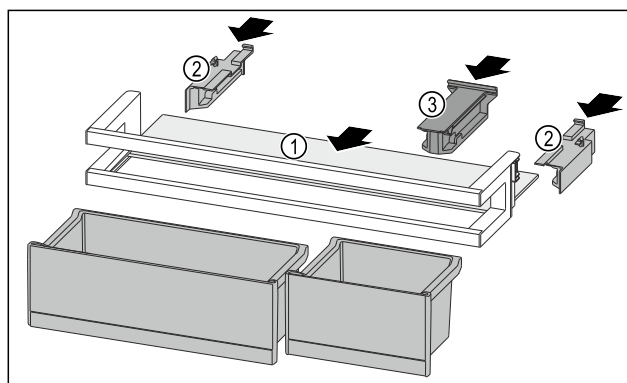

Fig. 272
- ▶ Împingeți în interior raftul Fig. 272 (1) în degajările laterale.
- ▶ Introduceți piesele laterale Fig. 272 (2).
- ▶ Introduceți piesa de susținere Fig. 272 (3).